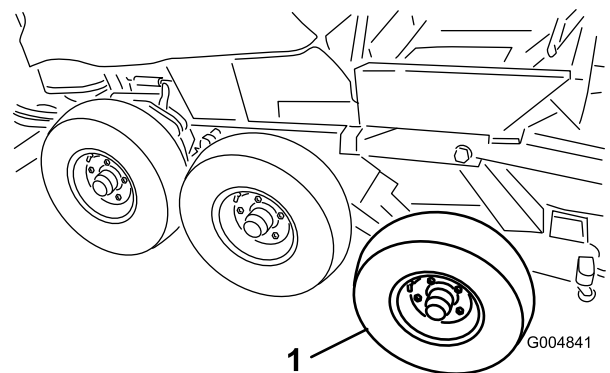

Figura 52
20. Retire os pneus da frente e do centro do conjunto de inverno (Figura 52).